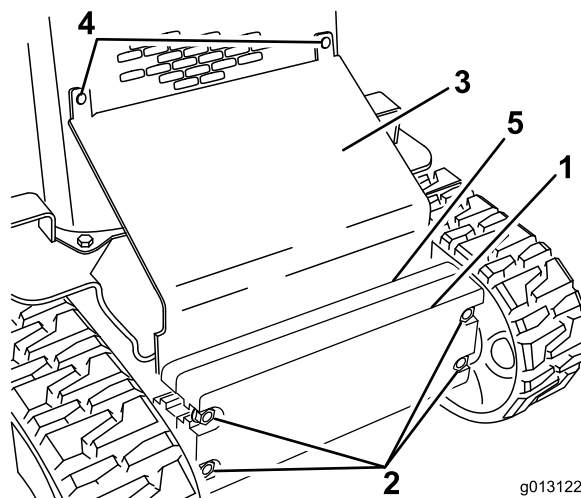

Figura 26
2. Allentate i bulloni di fissaggio dei pesi (Figura 26).
3. Rimuovete i bulloni a testa tonda e i dadi che fissano la piastra inclinata (Figura 26).
10. Fate scorrere la piastra inclinata tra il telaio e i pesi e fissatela alla griglia anteriore con i bulloni a testa tonda e i dadi precedentemente rimossi (Figura 26).
11. Serrate i bulloni di fissaggio dei pesi anteriori (Figura 26).